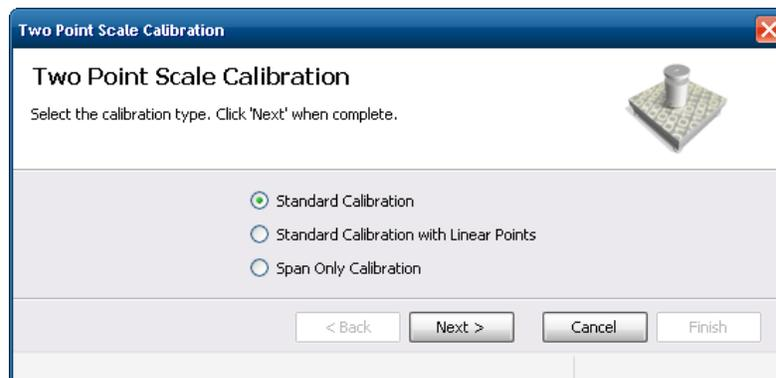

Figura 4-3. Asistente de calibración de dos puntos
4. Seleccionen la clase de calibración (vean la Figura 4-3), y luego hagan clic en **Next** [Próximo].